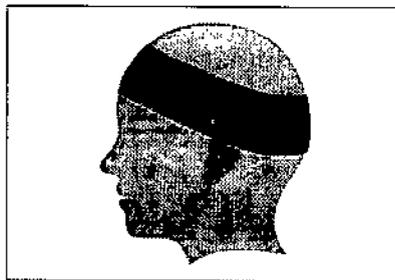

Figura 1: vendaje en la cabeza para fijar el implante
- Antes de que los pacientes entren en una sala de IRM se deben retirar de la cabeza todos los componentes externos del sistema de implante (procesador de audio y accesorios). Para las fuerzas de campo de 1,0T y 1,5T, debe colocarse un vendaje en la cabeza para cubrir el implante. Un vendaje en la cabeza puede ser un vendaje elástico bien ajustado alrededor de la cabeza con tres vueltas como mínimo (consulte la Figura 1). El vendaje debe estar bien ajustado, pero no debe causar dolor. Realizar una IRM sin el vendaje en la cabeza podría causar dolor en la zona del implante y, en el peor de los casos, puede producir un desplazamiento del implante o del imán del implante.